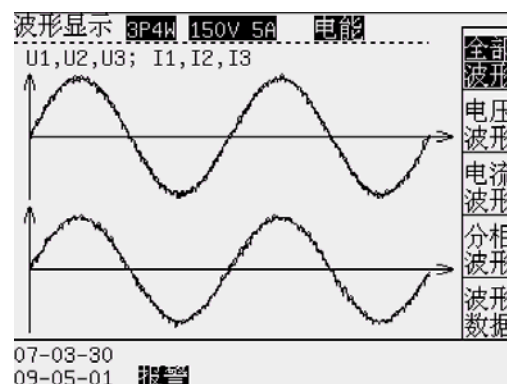

图 6-1 波形显示
3.1 波形显示见屏幕（图 6-1）
全部波形——所有测试信号的波形; (见图 6-1)